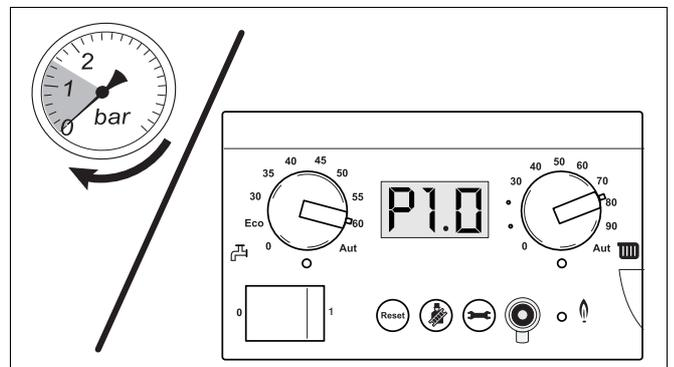

Fig. 69 Leggere l'indicazione della pressione
- Leggere la pressione sul manometro analogico sul gruppo di collegamento o sul pannello di comando del BC10 (fig. 69).